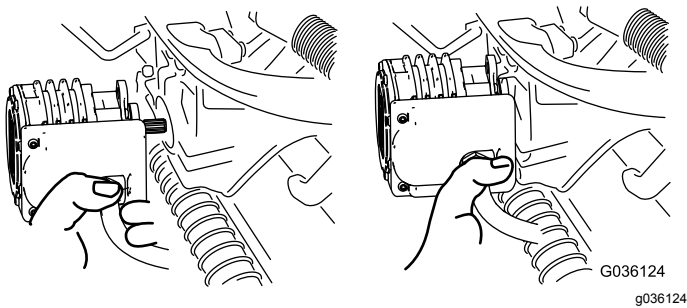

Bild 54
4. Legen Sie den Motor am Aufbewahrungsort vorne am Aufhängearm ab (Bild 54).